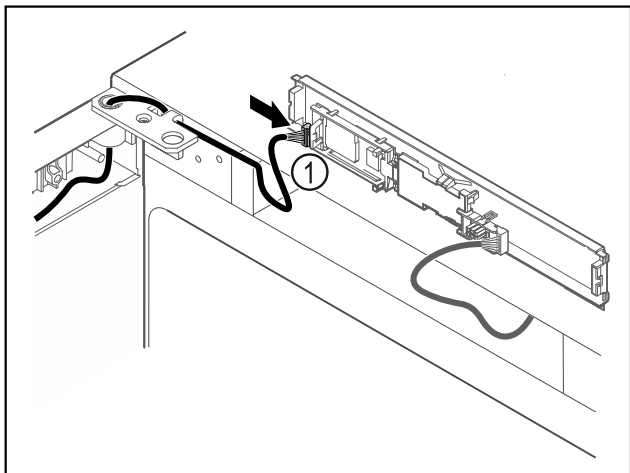

Fig. 65
- ▶ Wtyczkę Fig. 65 (1) należy podłączyć do płytki drukowanej.